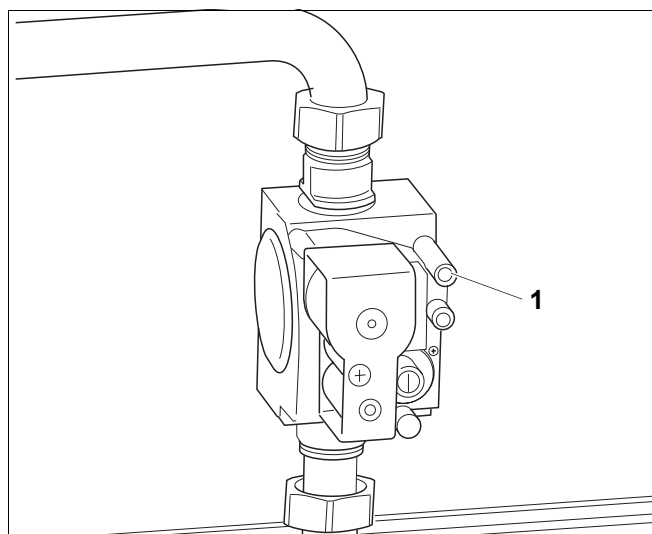

Fig. 50 Armatura cu gaz "SIT" 840 Sigma
- Îndepărtați furtunul de măsurare și rotiți din nou niplul de măsurare al (Fig. 50, **Poz. 1**) șurubului de închidere.